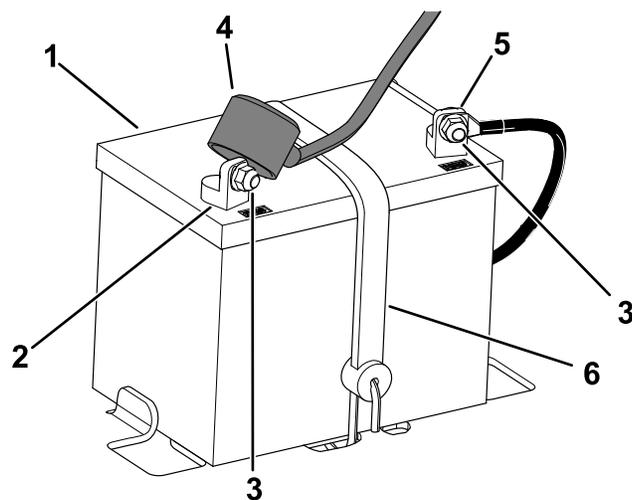

Рисунок 41
3. Отсоедините отрицательный (черный) кабель от штыря аккумулятора (Рисунок 41).
5. Отсоедините положительный (красный) кабель от штыря аккумулятора (Рисунок 41).
6. Снимите прижим аккумулятора (Рисунок 41) и извлеките аккумулятор из поддона.
1. Установите аккумулятор в поддон (Рисунок 41).
5. Закрепите аккумулятор с помощью прижима (Рисунок 41).